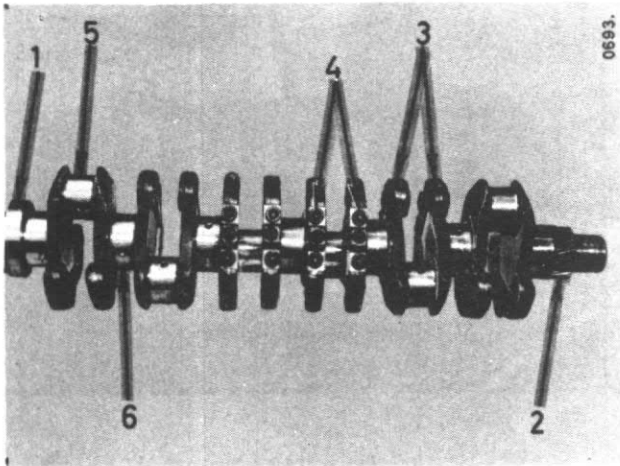

Figure 108
Vérifiez si les boulons (4) fig. 108 des contrepoids sont serrés au couple recommandé. Resserrez-les si nécessaire.